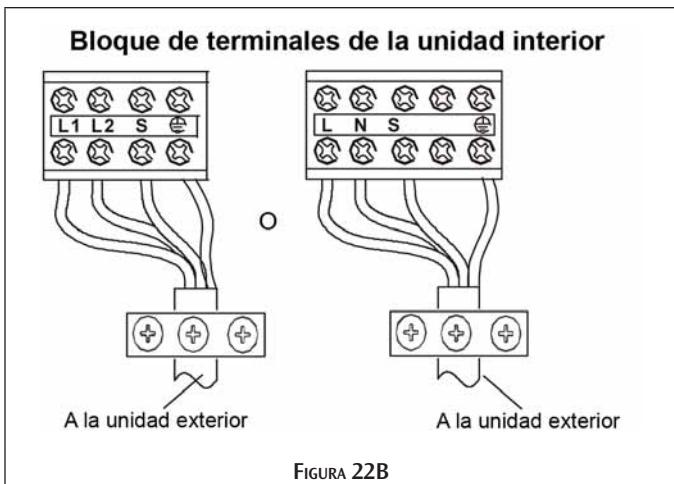

FIGURA 22B
- Asegúrese de que el color de los cables de la unidad exterior y los números de las terminales sean los mismos que los de la unidad interior. Figura 22B.